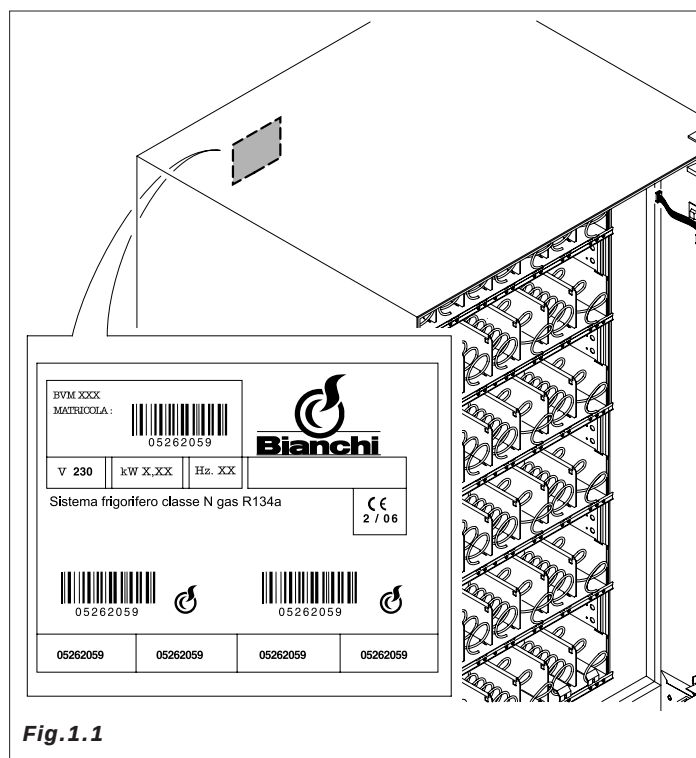

Fig.1.1
- los datos que aparecen en la placa de características. (Fig.1.1)